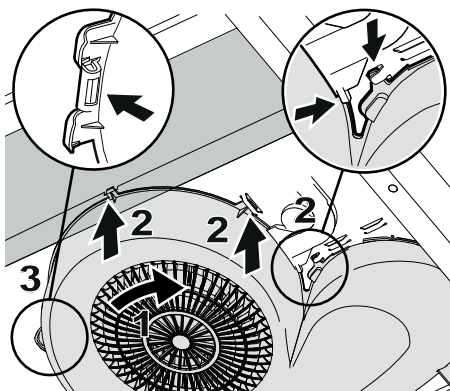

Fig. 8
Påse at alle klipsene passer mot flikene på ventilatoren. Skru inn ventilatorhuset (1) i flikene (2). Trykk ventilatorhusklipsen tilbake i fliken (3).Fig. 8